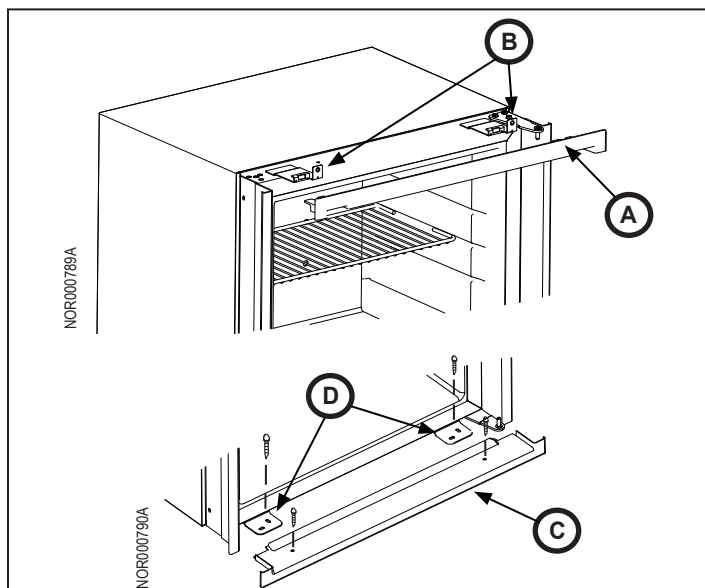

Fig. 5 - Vis de montage du réfrigérateur
2. Enlevez la bordure supérieure de l'avant du réfrigérateur (Fig. 5, A). Mettez-les de côté.
3. Enlevez les vis (2x) des supports de montage supérieurs (Fig. 5, B) du réfrigérateur. Mettez-les de côté.
4. Enlevez les vis (2x) de la bordure inférieure (Fig. 5, C) à l'avant du réfrigérateur. Mettez-les de côté.
5. Enlevez les vis (2x) des supports de montage inférieurs (Fig. 5, D) à l'avant du réfrigérateur. Mettez-les de côté.